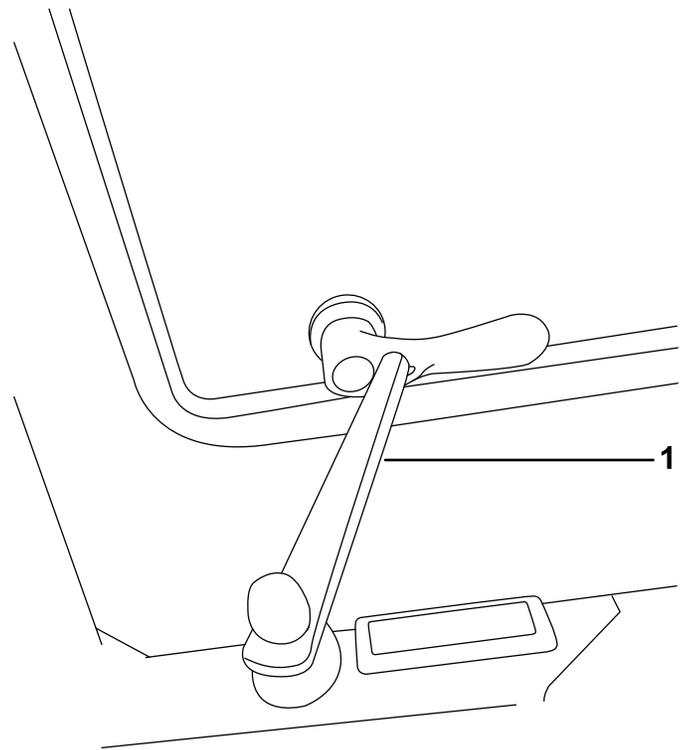

Figure 10
2. Utilisez la tige de calage pour maintenir la vitre ouverte (Figure 10).